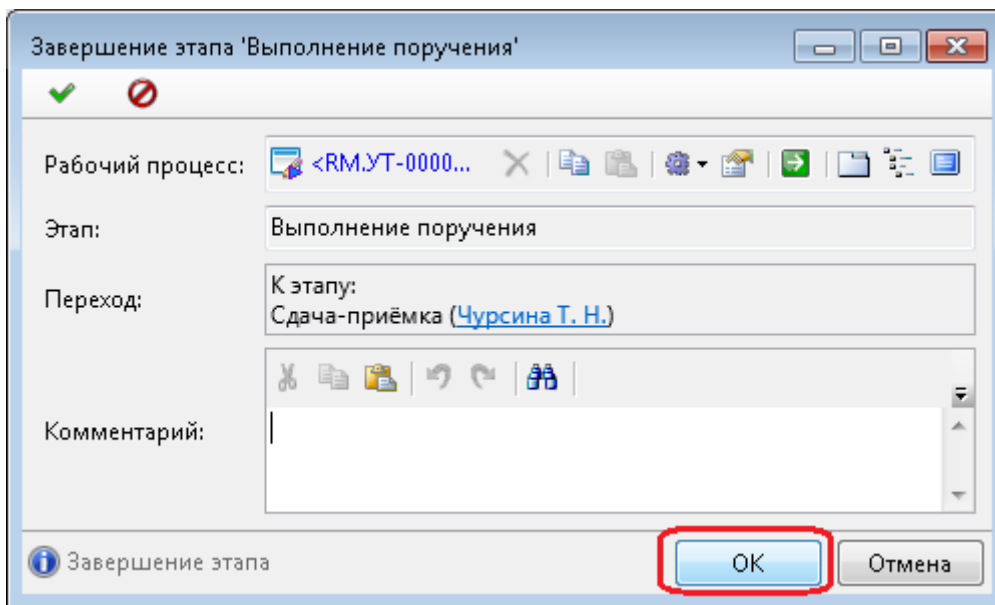

Рисунок 78 — Окно завершения этапа
- выбрать из открывшегося списка «Сдача-приемка» (Рисунок 78);